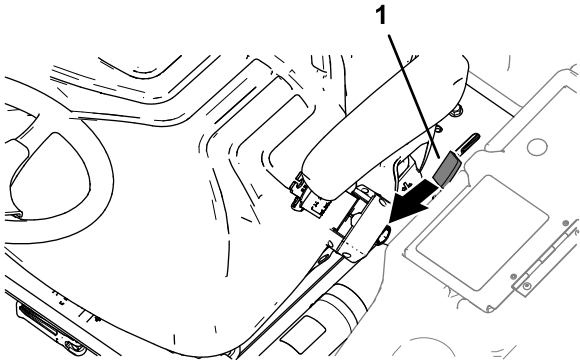

Figura 43
1. Mueva la palanca de cierre de la plataforma (Figura 43) hacia la parte delantera de la máquina hasta que los ganchos del cierre se liberen de la barra de bloqueo.